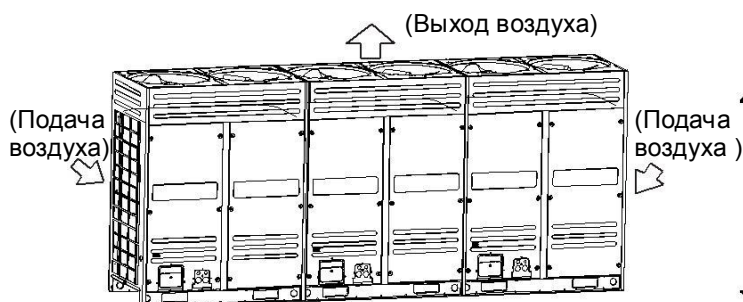

Рис.1
- Обеспечьте достаточно места для техобслуживания. Модули в одной и той же системе должны быть установлены на одном уровне (см. рис. 1)